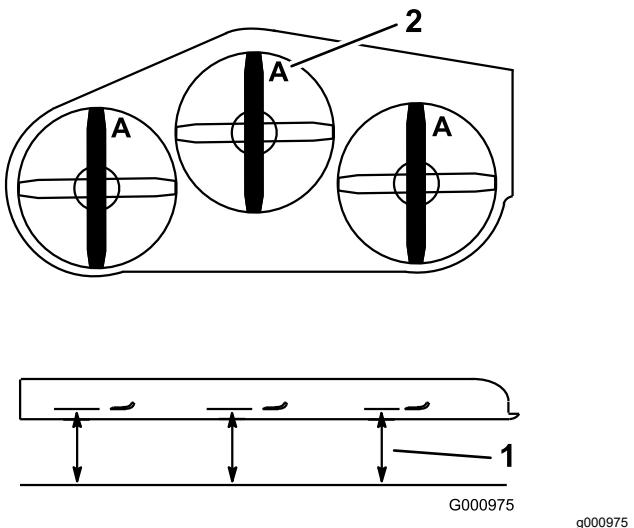

Figura 80
2. Mida desde una superficie nivelada hasta el filo de corte, posición **A**, de las cuchillas (**Figura 80**).